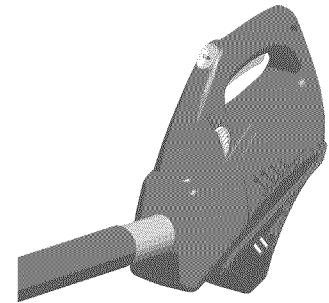

Figura 25-Mangoprincipal y adaptador del mango ensamblados
6. Deslice el mango principal en el adaptador del mango hasta que las unidades “se cierren a presión” (vea la figura 25). **IMPORTANTE:** Los dos botones de desenganche del mango principal deben estar enganchados.